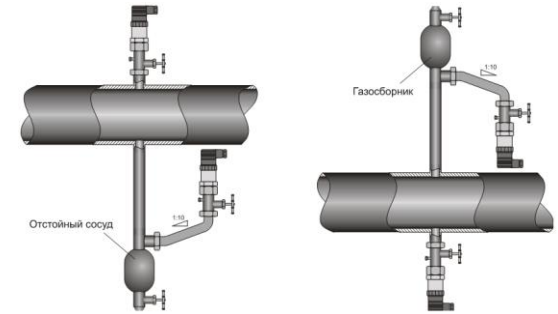

Рисунок 2. Монтаж датчика для измерения давления газа (слева) и жидкости (справа).
4.3. Механическое присоединение датчиков рекомендуется производить с ориентацией, при которой соединительная линия от места отбора давления имеет односторонний уклон ($\geq 1:10$) вверх к датчику, если измеряемая среда – газ, и вниз к датчику, если измеряемая среда – жидкость (см. рис. 2.). Если это невозможно, при измерении давления газа в нижних точках соединительных линий следует устанавливать отстойные сосуды, а при измерении давления жидкости в наивысших точках